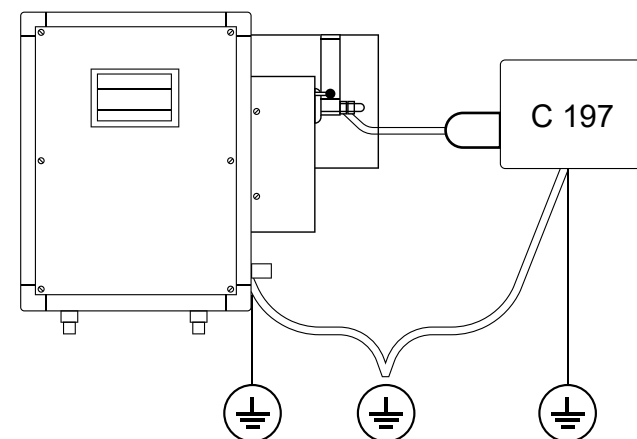

Рисунок 15
8.1.5 Проверку работы системы измерения высокого напряжения СВНИ-20 проводите следующим образом (рисунок 15):